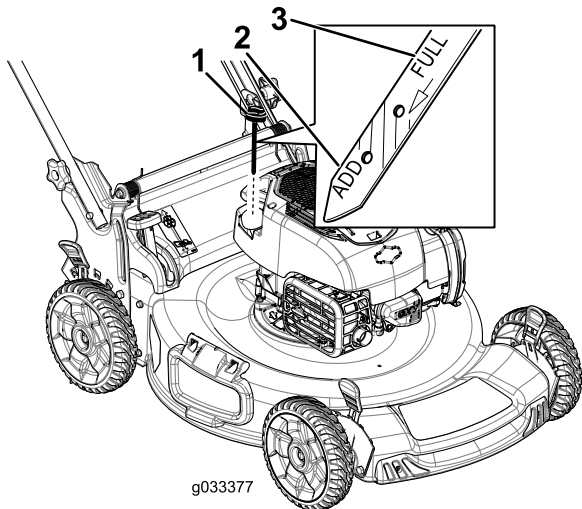

Figura 20
3. Retire la varilla girando el tapón en el sentido contrario a las agujas del reloj y tirando del mismo (Figura 20).
10. Observe en la varilla el nivel de aceite (Figura 20).